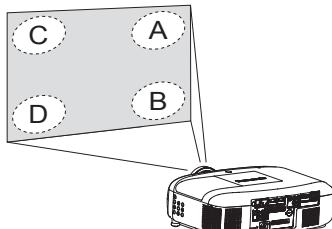

図 1
- 4) プロジェクター本体側の操作で、スクリーン方向に少しずつフォーカスをずらし、図 1 の A～D のいずれか 1 か所が最初にスクリーン上でジャストフォーカスとなつたところで止める